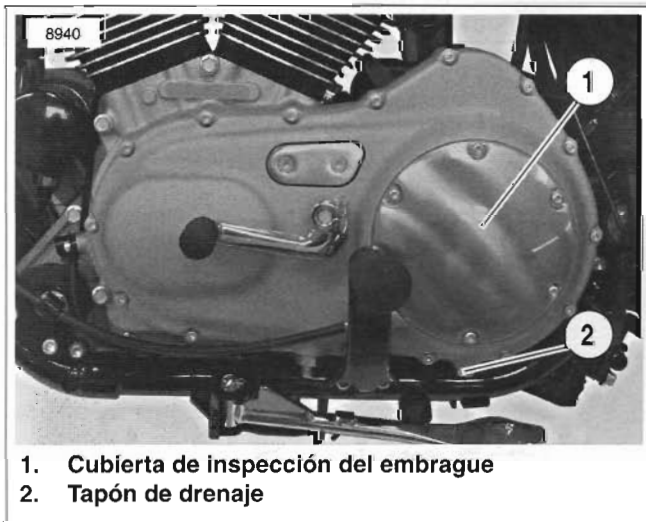

Figura 39. Cubierta primaria
3. Vea la Figura 39. Quite los tornillos con las arandelas de la cubierta de inspección del embrague (1). Retire la cubierta de inspección del embrague de la cubierta primaria. Tenga cuidado para evitar dañar o remover el anillo "quad" en la cubierta primaria.
3. Vea la Figura 39. Coloque un recipiente adecuado debajo del tapón de drenaje del lubricante de la transmisión (2).
6. Vea la Figura 39. Quite los tornillos con las arandelas de la cubierta de inspección del embrague (1). Retire la cubierta de inspección del embrague de la cubierta primaria. Tenga cuidado para evitar dañar o desalojar el anillo "quad" en la cubierta primaria.